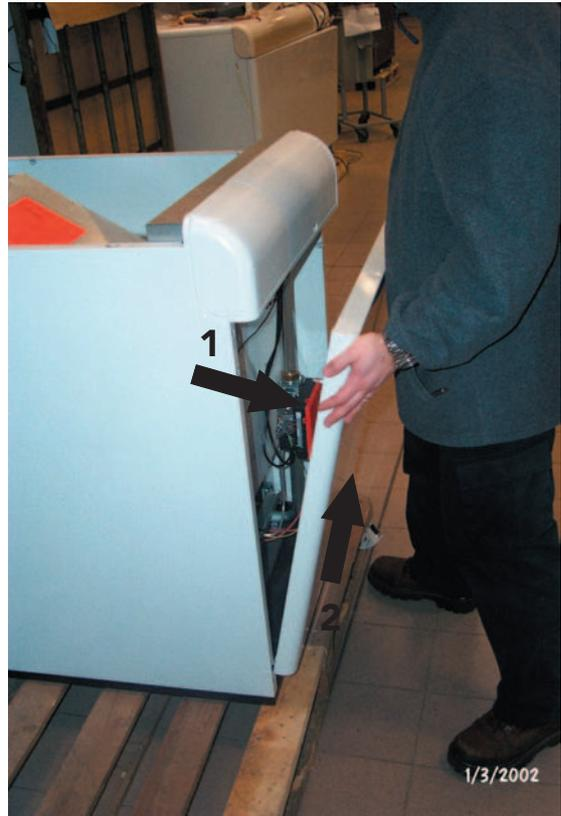

fig. 15
Para abrir el panel anterior de la caldera, observar lo indicado en la fig. 15.
- Quitar el panel anterior de la caldera (ver fig. 15).